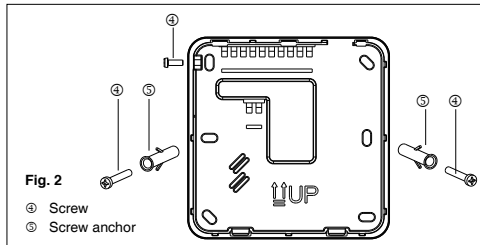
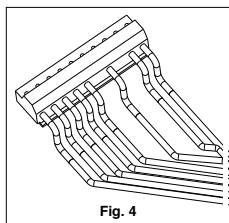

Fig. 2
Fig. 4
- Separar la base del mando quitando el tornillo situado en la parte superior izquierda (Fig. 2). Colocar la base sobre la pared marcando los puntos de perforación.
- Realizar las conexiones con los conectores del mando (Fig. 4).
- Fijar el mando a la pared mediante los tacos ⑤ específicamente previstos.
- Cerrar el mando con su tapa por medio del tornillo quitado anteriormente (Fig. 2).